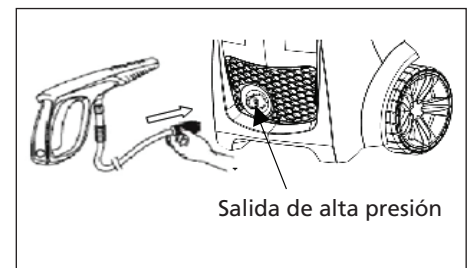

Figura 13 - Conecte la manguera de alta presión a la salida de alta presión
10. Conecte la manguera de alta presión a la salida de alta presión (ver la figura 13).